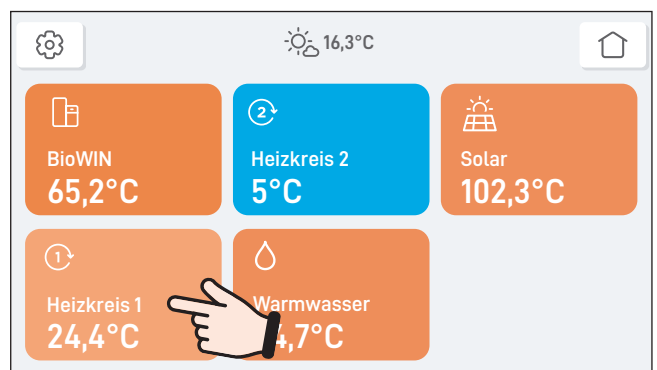

Fig. 22 Hauptmenü
- ▶ Im Hauptmenü auf den gewünschten Heizkreis drücken – Fig. 22.